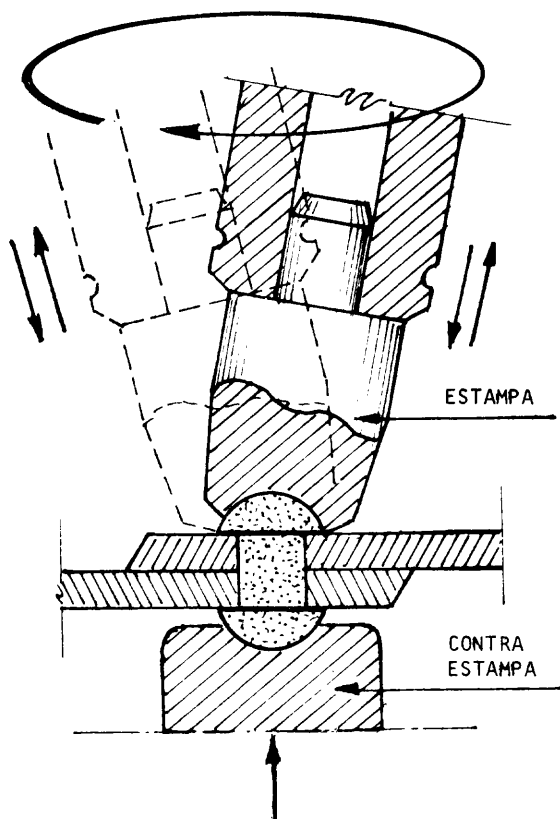

Fig. 3
- 2) Haga oscilar al martillo en forma circular, golpeando al remache desde distintos ángulos (fig. 3).